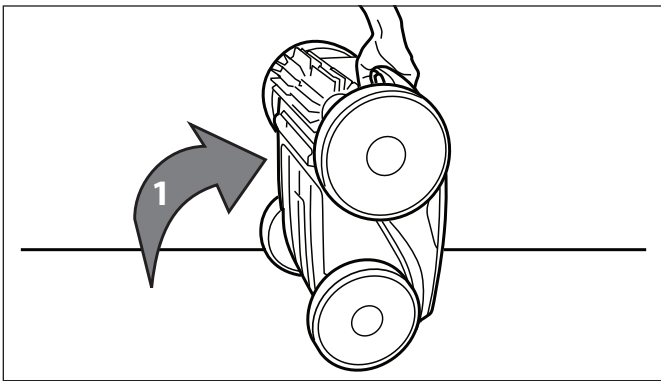

Figure 27. Nettoyer l'appareil en position debout
1. Soulever le robot en position verticale de sorte que la poignée soit vers le haut. Se référer à la Figure 27.